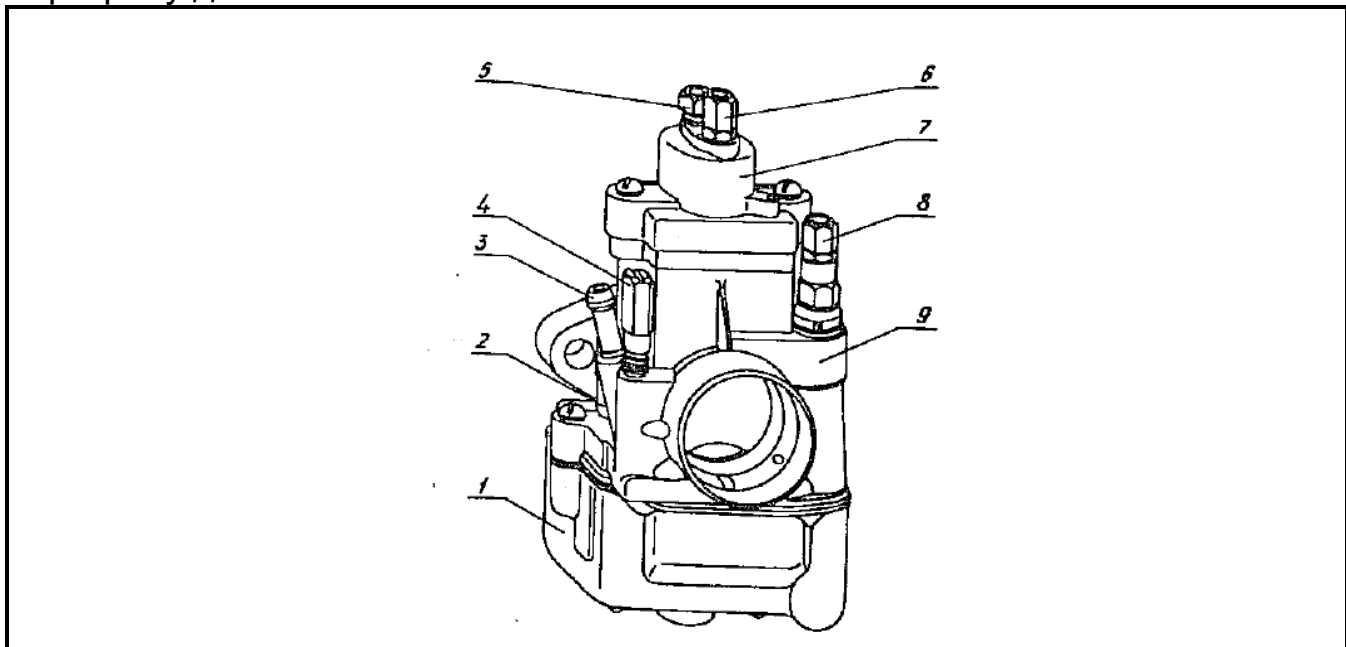

Рисунок 25 – Регулировка карбюратора
- перед пуском двигателя вращением винта 5 (рисунок 25) установите дроссель в такое положение, чтобы между его основанием и нижней образующей корпуса карбюратора образовалась щель от 2 до 2,5 мм;